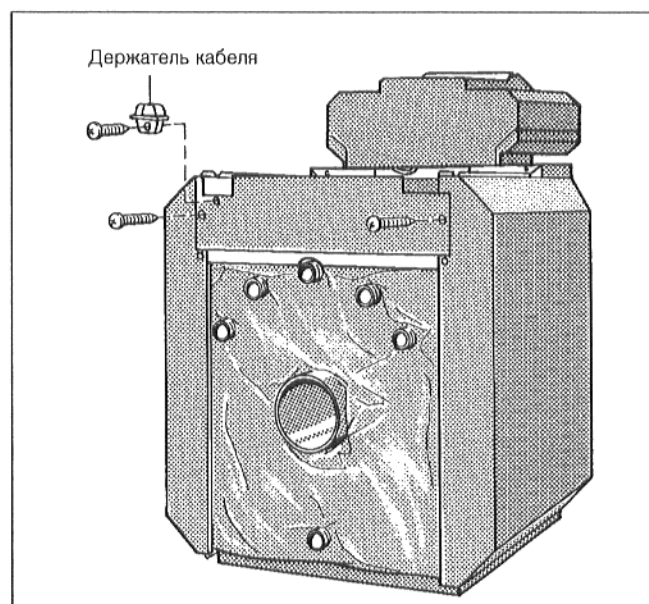

Рис. 23
- Привинтить держатель кабеля с помощью винта для листового металла слева или справа к задней стенке котла таким образом, чтобы поверхность с двумя отверстиями была направлена наружу (Рис. 23).
- Привинтить заднюю стенку котла 2 винтами для листового металла к окантовке боковой стенки (Рис. 23).